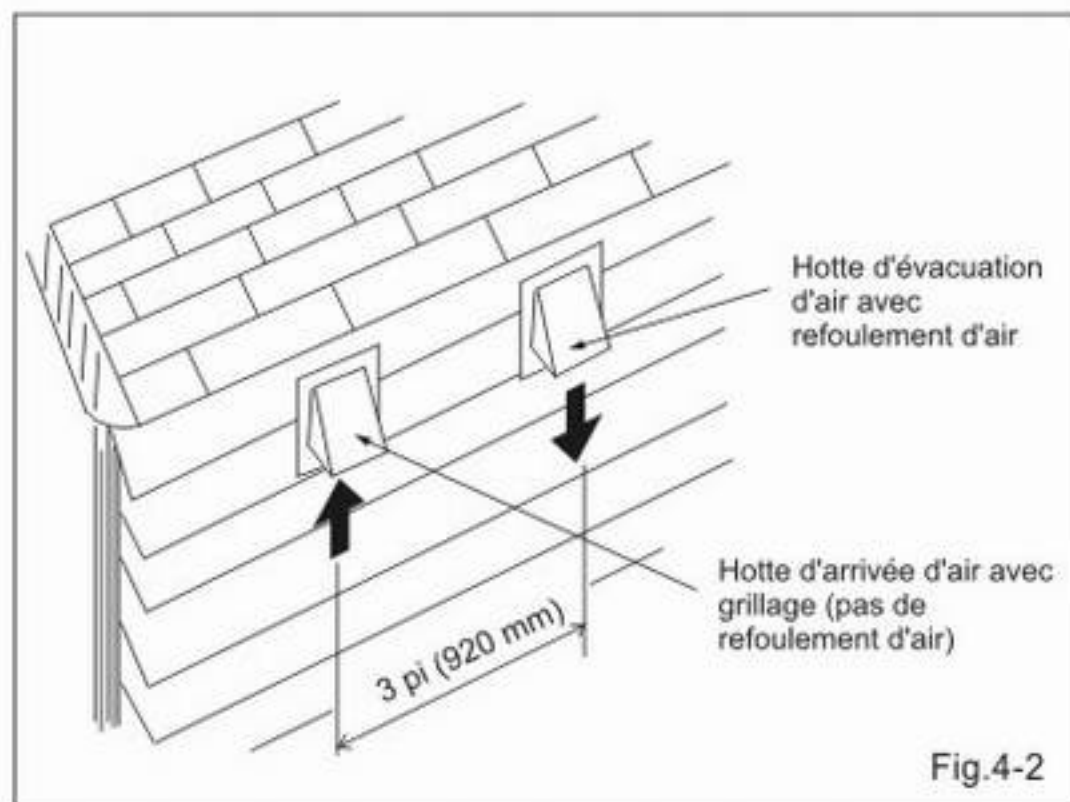

Fig.4-2
9. Placez la hotte d'arrivée d'air et la hotte d'évacuation d'air à au moins 3 pi (920 mm) l'une de l'autre. (Voir Fig.4-2)